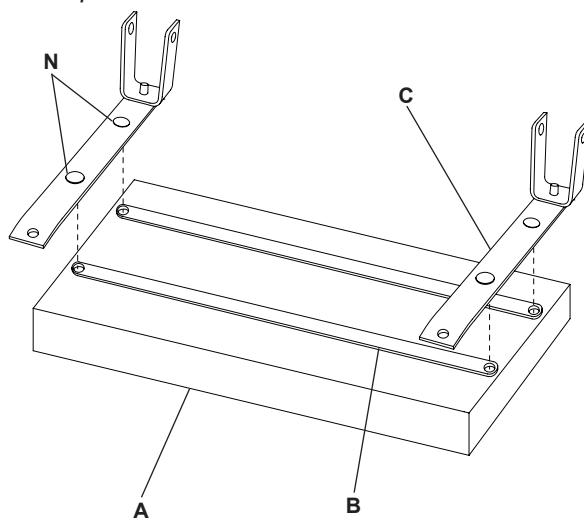

Figura 1 - Ensamblaje del cojín del asiento
- Con el cojín del asiento (A) hacia abajo, alinear los agujeros de las barras transversales (B) con el asiento. Alinee los agujeros de los soportes de asiento Bares (C) y fije con cuatro Tornillos M6 x 16 con cabeza Phillips (N) (Figura 1).